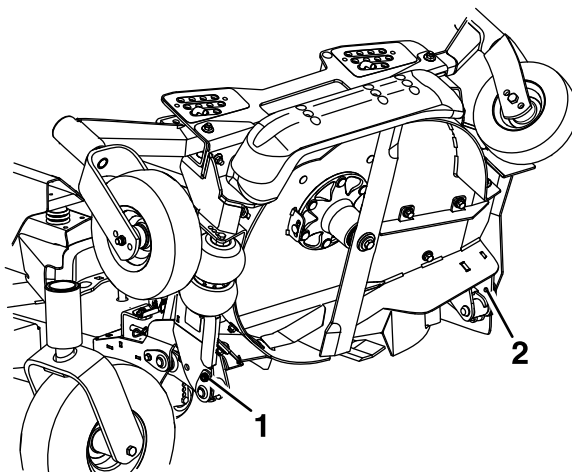
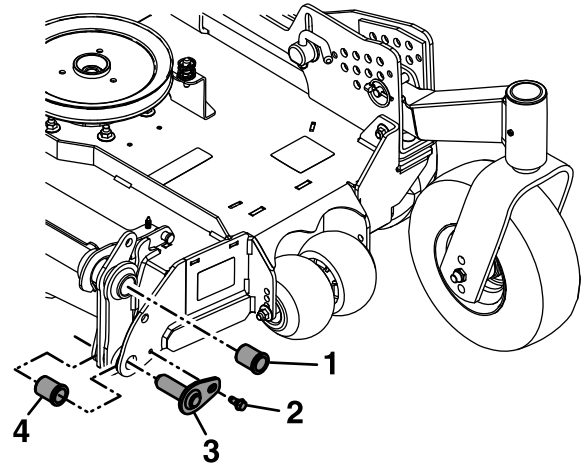

Figure 82
Figure 85
- Desserrez les boulons qui fixent les axes de pivot supérieurs sur le tablier, mais ne les retirez pas (Figure 82).
- Retirez les douilles à embase des points de pivot supérieurs et nettoyez l'alésage (Figure 85).
- Retirez et conservez les boulons des points de pivot inférieurs (Figure 82 et Figure 85).